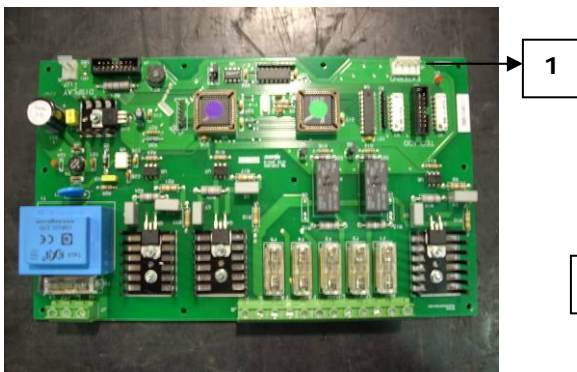

Fig. 45
- c) Conectar eléctricamente el presostato a la tarjeta (Fig. 45 y 46).